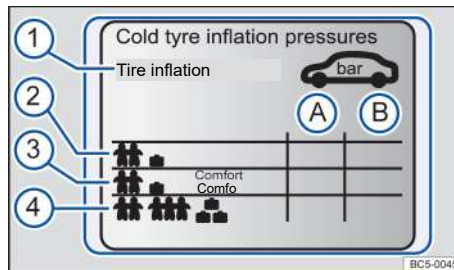

Рисунок 122. Символы на табличке с указанием давления в шинах
Данные на табличке →Рисунок 122:
В зависимости от модели на этикетке может быть указано комфортное давление в шинах → Рисунок 122 ③. Комфортное давление в шинах может улучшить комфорт при езде. Расход топлива может увеличиться во время движения при комфортном давлении в шинах.